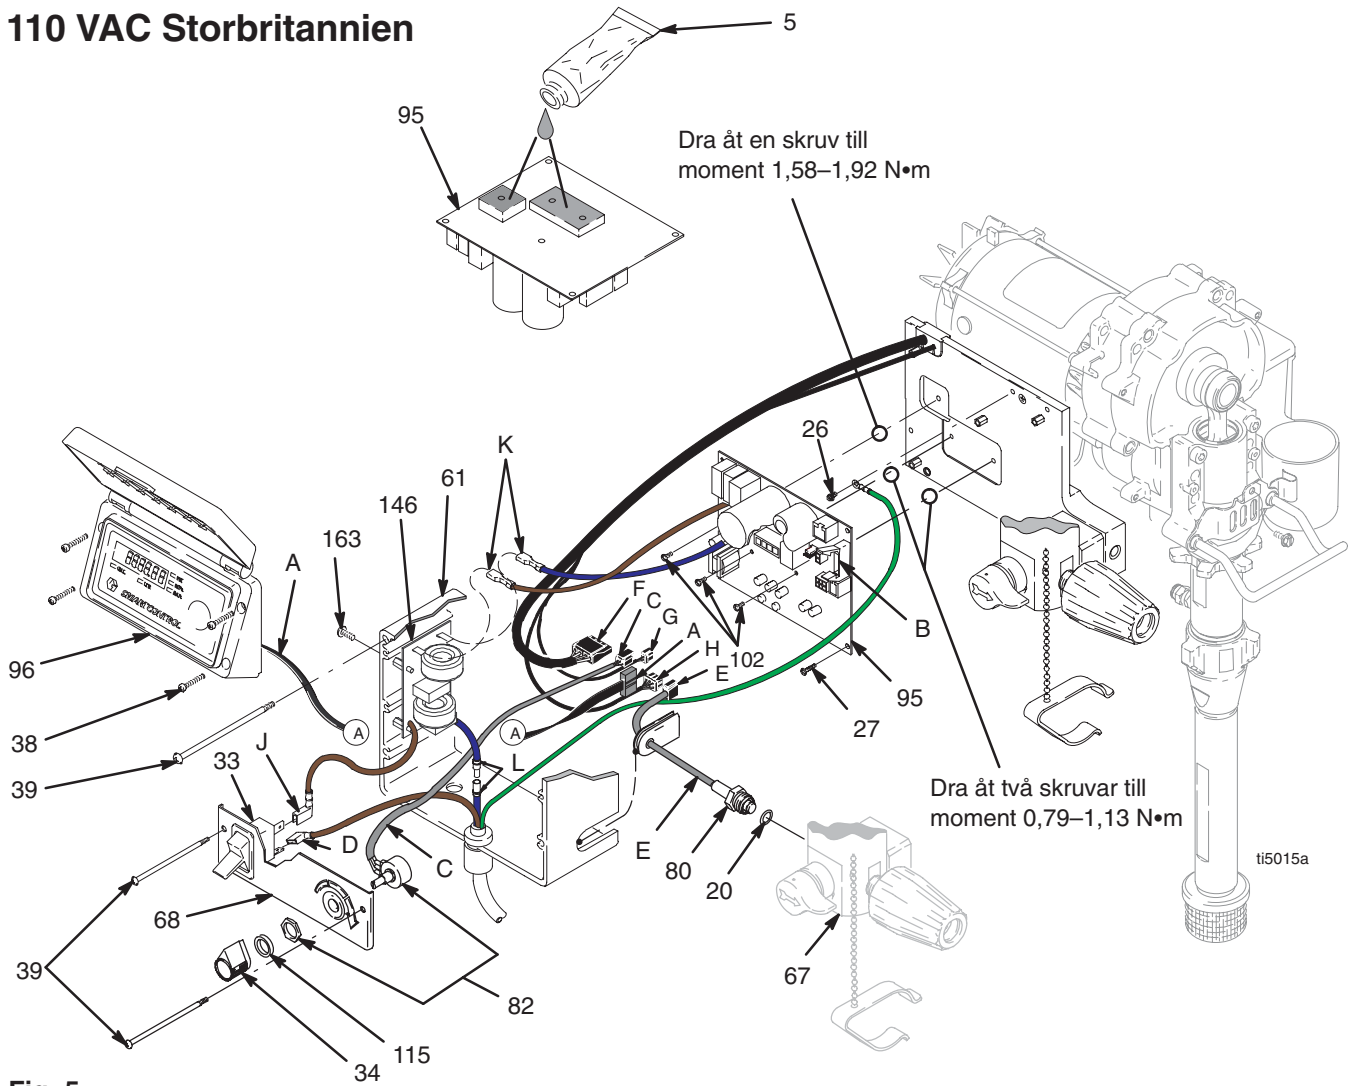

Fig. 5
- Montera motorstyrkortet (95) med fem skruvar (27). Dra åt till moment 1,02 – 1,24 Nm. Skruva i och dra åt tre skruvar (102) till momentvärdena i Fig. 5.
- Koppla in givarkontakten (E) på motorstyrkortet.
- Anslut motorkontaktarna (K) från motorstyrkortet till filterkortet (146).
- Montera styrboxen (61) med de två övre skruvarna (39).
- Anslut kraftmatningen (J) från filterkortet och nätsladdkontaktarna (D) till strömbrytaren (33).
- Koppla in potentiometerkontakten (C) på motorstyrkortet.
- Fäst motorstyrkortet (68) med två skruvar (39).
- Koppla in displaykontakten (A) på motorstyrkortet (95).
- Fäst kåpan (96) med fyra skruvar (38).
- Fig. 5. Skruva bort fyra skruvar (38) och kåpan (96).
- Koppla bort displaykontakten (A) från motorstyrkortet (95).
- Skruva bort de två undre skruvarna (39). Lossa potentiometerkontakten (C) från motorstyrkortet (95). Koppla loss filterkortkontakten (J) och nätsladdkontakten (D) från strömbrytaren (33). Ta bort reglagepanelen (68).
- Koppla loss kraftmatningen (K) till motorstyrkortet från filterkortet (146). Koppla loss filterkontakten (L) från nätsladdkontakten (L).
- Skruva bort de övre skruvarna (39) och styrboxen (61).
- Lossa givarkontakten (E) från motorstyrkortet.
- Skruva bort fem skruvar (27), tre skruvar (102) och motorstyrkortet.
- Skruva bort fyra skruvar (163) från filterkortet (146).
- Fig. 5. Stryk på lite värmeledande massa 110009 (5) på de skuggade områdena på baksidan av motorstyrkortet (95).
- Anslut kraftmatningen (K) till motorstyrkortet till filterkortet (146). Anslut filterkontakten (L) till nätsladdkontakten (L).
- Fig. 5. Anslut filterkortkontakten (J) och nätsladdkontakten (D) till strömbrytaren (33).
- Fig. 5. Anslut kraftmatningen (K) till motorstyrkortet till filterkortet (146). Anslut filterkontakten (L) till nätsladdkontakten (L).
- Fäst motorstyrkortet (146) med fyra skruvar (163).
- Koppla in potentiometerkontakten (C) på motorstyrkortet (95).